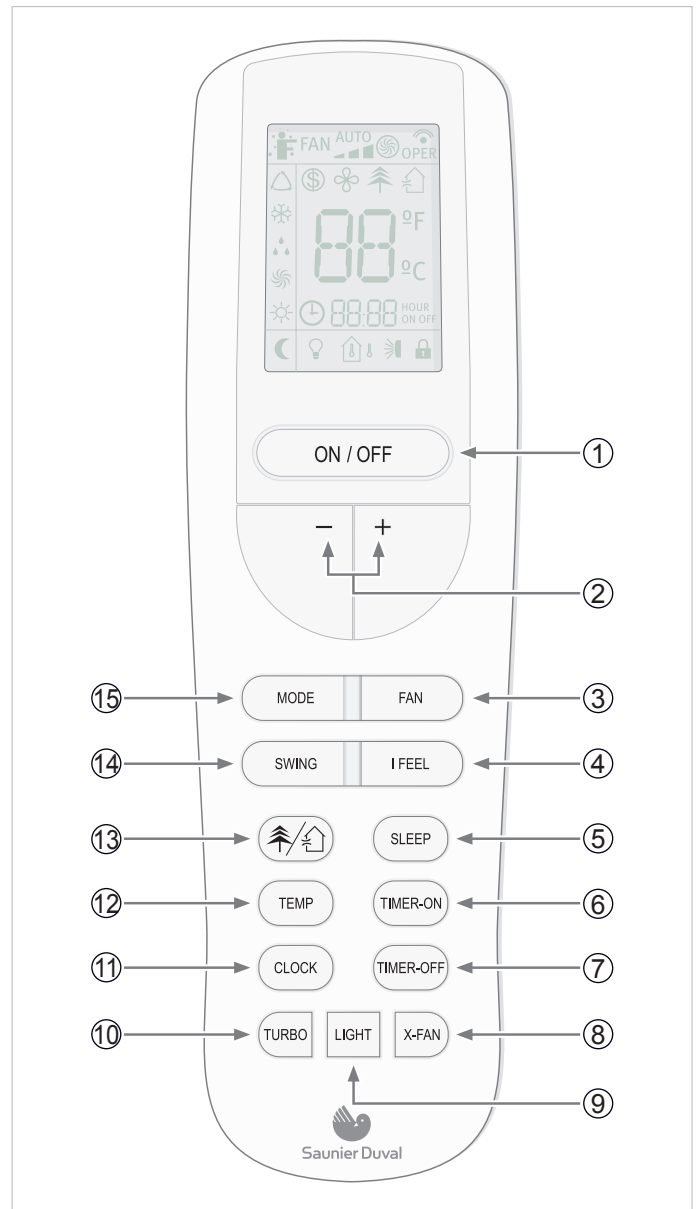

Fig. 7.1 Présentation des boutons
- Appuyer sur le bouton ON/OFF (cf. figure 7.1) pour vérifier la bonne mise en place des piles.